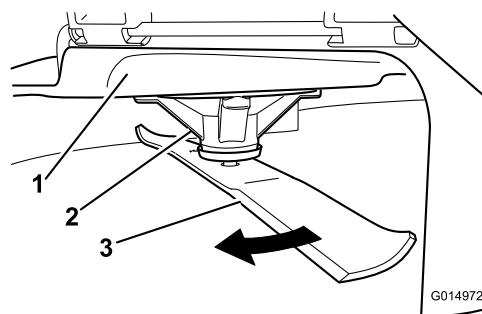

Figura 71
2. Indossando guanti dalla spessa imbottitura o altre protezioni idonee per le mani, ruotate lentamente la lama in una posizione che consenta di misurare la distanza tra il bordo di taglio e la superficie piana su cui si trova la macchina (Figura 71).